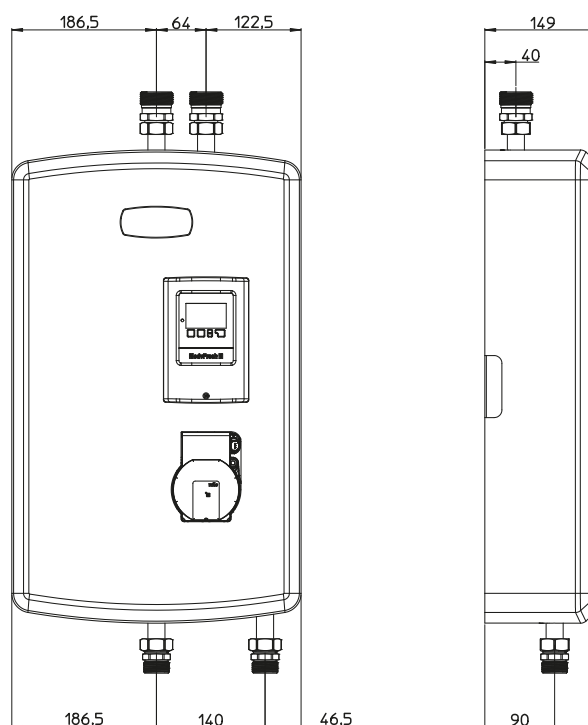

Figura 3: dimensioni d'ingombro ed interassi significativi del modulo
- ✓ Allacciare le tubazioni secondo lo schema di collegamento attenendosi alle indicazioni riportate in *Figura 3*.